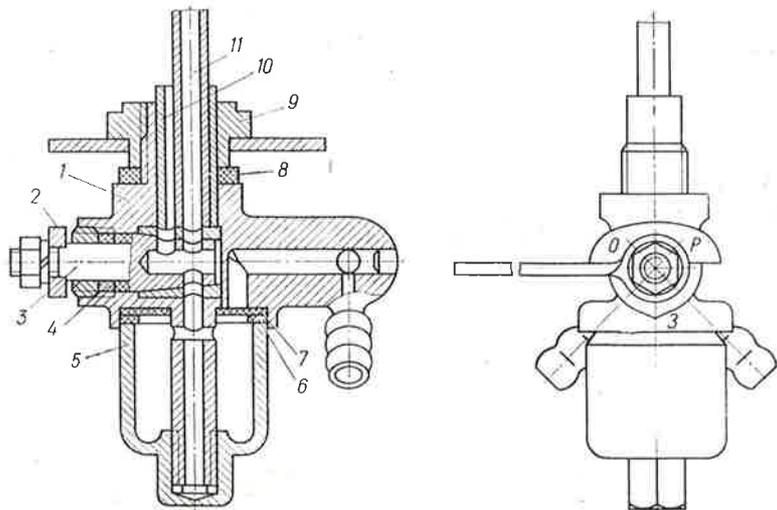

Рис. 14. Кран бензиновый:
**Бензиновый кран с отстойником.** Кран ввинчивается в фланец бензинового бака. В нижней части крана расположен отстойник 5 (рис. 14) с сеткой 6 фильтра. Бензин поступает по одной из двух бензопроводных трубок 10 и 11 различной высоты.
При недостаточной подаче топлива резко падает мощность двигателя, появляются вспышки в карбюраторе, частота вращения двигателя не соответствует обычному положению ручки управления дросселями. В этом случае прежде всего нужно проверить, не засорено ли отверстие в пробке топливного бака, сообщающего его с атмосферой. Затем, закрыв бензокраник, отвернуть отстойник, прочистить и промыть его и находящийся в нем фильтр. После поездки рекомендуется слить бензин из бензобака и продуть кран в двух его положениях *O* и *P* (рис. 14) сжатым воздухом.